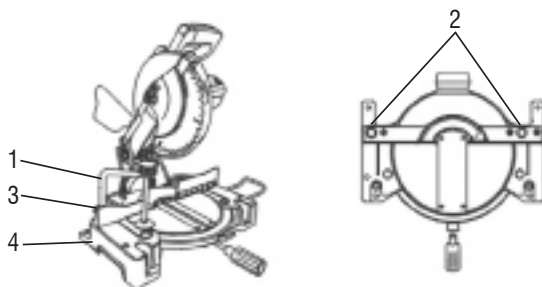

Fig. 9 - Instalando la barra de fijación de la pieza
- 1 - Suelte el perno (3), Fig. 9;
- 2 - Coloque la barra de fijación (1) en el agujero (2);
- 3 - Apriete el perno (3).